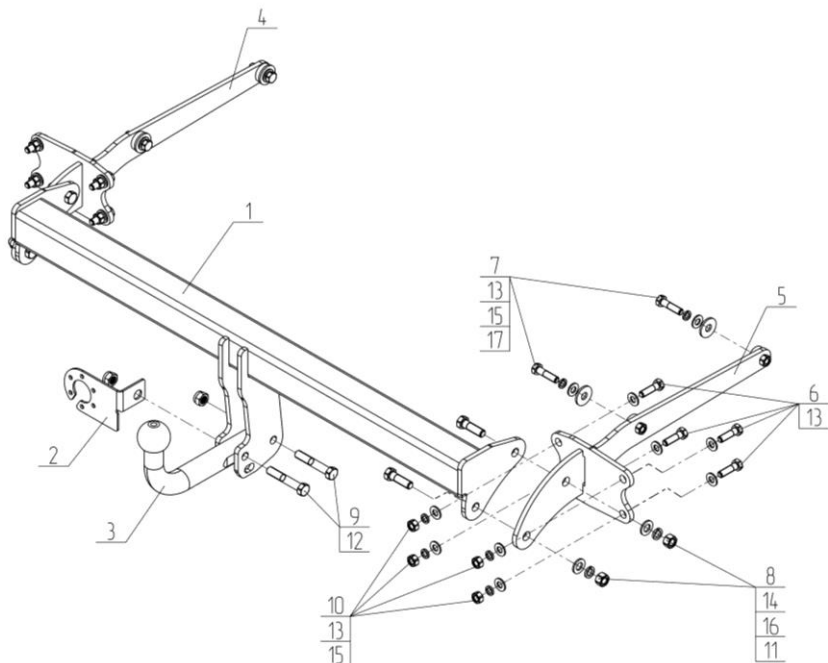

Рис.1 Установка на автомобиль
- Закрепить кронштейны ТСУ (поз.4,5) на штатные отверстия в лонжеронах автомобиля, с помощью крепежных элементов показанных на Рис.1 Крепеж не затягивать;